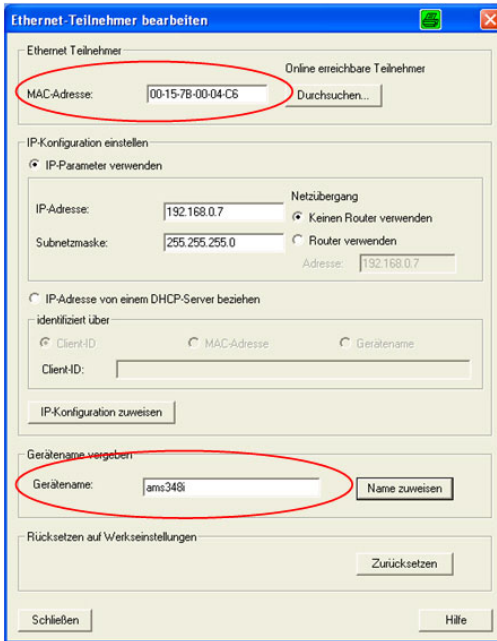

Figura 9.11: Vinculación del nombre de equipo con la MAC ID de la estación
- Asignación de dirección MAC - dirección IP - nombres únicos de los equipos (vea la figura 9.11)